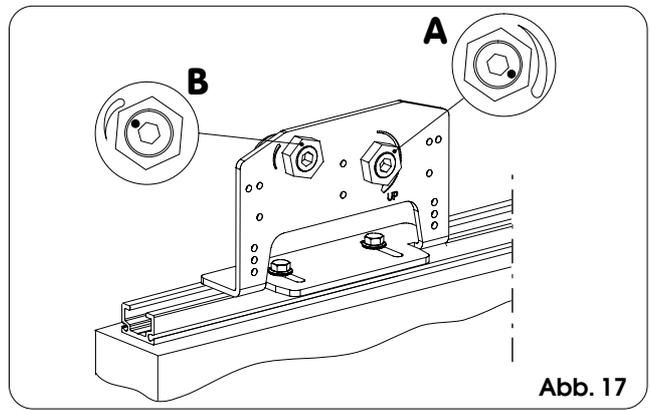

Abb. 17
- Auf jedem Schlitten befindet sich ein Gleitrad aus Stahl mit einer Nocke und einem entsprechenden Einstellungssystem (Bez. A Abb. 17) sowie eine Kippschutzrolle aus Nylon, die ebenfalls über eine Nocke und ein entsprechendes Einstellungssystem verfügt (Bez. B Abb. 17). Die zulässige Bewegung des Schlittens in der Höhe liegt bei  $\pm 10$  mm.
- Die Kippschutzrollen freigeben (Bez. B Abb. 17) und auf der zulässigen Mindesteinstellung positionieren (den Zapfen dabei im Gegenuhrzeigersinn drehen).
- Die Gleiträder freigeben (Bez. A Abb. 17) und die Position des Flügels justieren, indem die Einstellzapfen gedreht werden (bei Drehung im Uhrzeigersinn hebt sich der Flügel, bei Drehung im Gegenuhrzeigersinn wird der Flügel abgesenkt), bis der Flügel sich in einer Position parallel zum Untergrund befindet. Danach ist die korrekte Gleitbewegung der unteren Führung auf dem Gleitschuh zu überprüfen. Nachfolgend sind die Räder wieder zu sperren.
- Die Kippschutzrollen so positionieren (Bez. B Abb. 17), daß sie die auf dem Stützprofil herausgearbeitete Führung berühren. An den entsprechenden Zapfen drehen (bei Drehung des Zapfens im Uhrzeigersinn hebt sich die Rolle, bei Drehung des Zapfens im Gegenuhrzeigersinn wird die Rolle abgesenkt). Nachfolgend die Zapfen sperren.